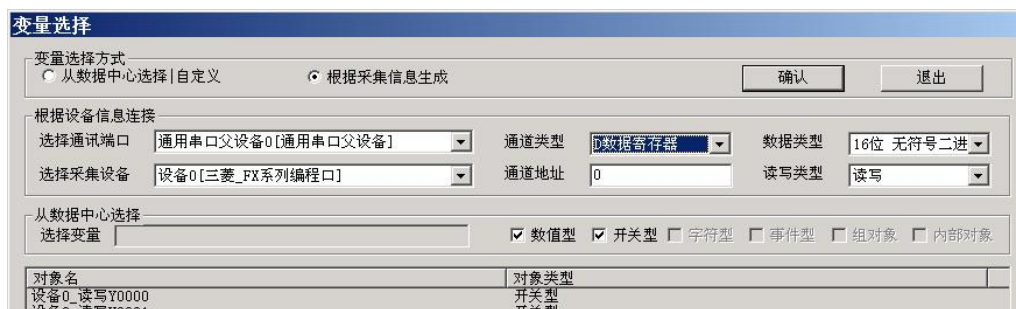

图 20
③输入框：双击 D0 标签旁边的输入框构件，弹出“输入框构件属性设置”对话框，在操作属性页，点击  进行变量选择，选择“根据采集信息生成”，通道类型选择“D 寄存器”，通道地址为“0”；数据类型选择“16 位 无符号二进制”；读写类型选择“读写”。如图 20。完成后点击确认保存。